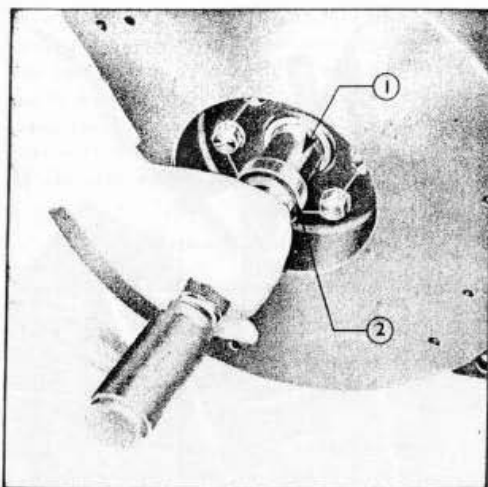

Fig. 21 = Repose du Roulement Pilote d'embrayage
4. Garnir le roulement neuf de graisse à point de fusion élevé et le placer dans le volant moteur, la face lisse tournée vers l'extérieur. Encastrer le roulement dans son logement à l'aide de l'adaptateur (CPT 7061) et la poignée universelle (Outil N° 550), voir Fig.21.